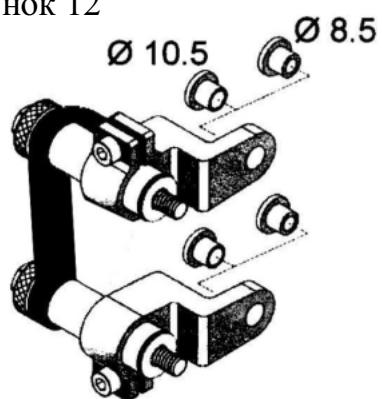

Рисунок 14
2. Определите какие вставки для крепежного адаптера использовать, в зависимости от диаметра (см. рис.14):